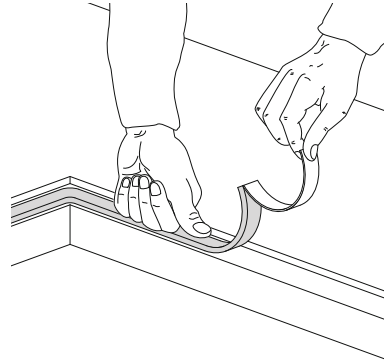

Abb. 5: Anbringen der Isolierdichtung
- Bevor das Feld eingelegt werden kann, muss auf der ganzen Ausräsung die beiliegende Isolierdichtung [Fig.5] angebracht werden.